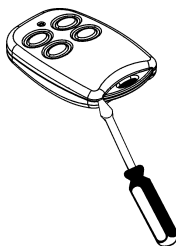

Figura B.12. Apertura de la caja del TX-2614WL
1. Inserte un destornillador pequeño en la ranura inferior – ver el *Figura B.12*. Gire el destornillador con cuidado para separar las dos partes de la carcasa.